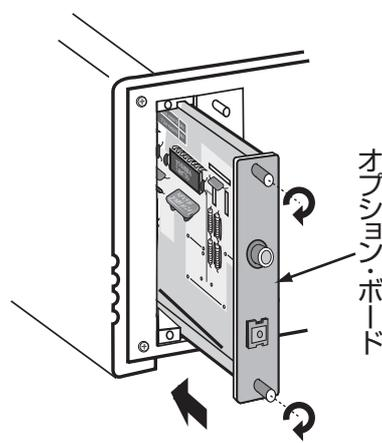

図2
- ❸ オプション用スロットの上下のガイドレールに沿って、オプション・ボードを挿入(図2 参照)します。コネクタに当って止まったら、少し力を入れてコネクタを完全に差し込みます。(パネル面が同一になればOKです。)
- ❹ 上下のネジ2カ所で確実に固定します。